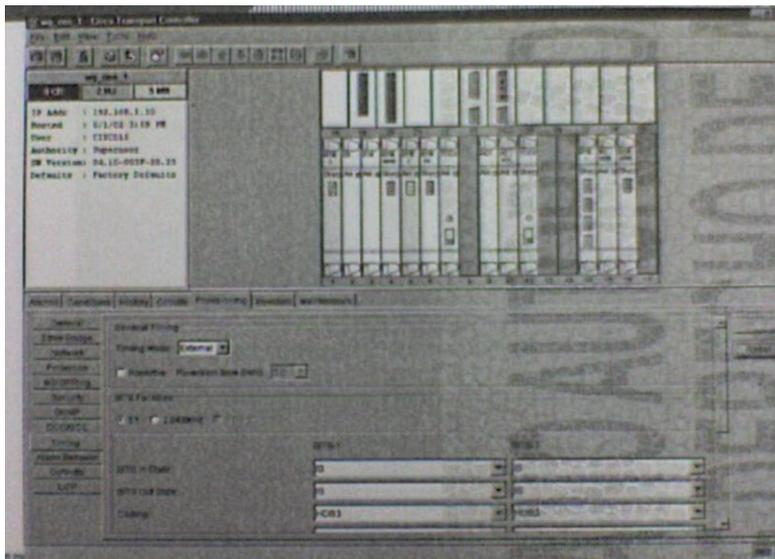

Figura 7.2. Configuración del timing.
- 1) como se vio anteriormente en la figura 7.2 el punto de partida más importante para la configuración de reloj es el modo en el que el nodo va a recibir la referencia de reloj. Las opciones que ofrece el CTC. Son external (si el nodo es maestro), line (si el nodo es esclavo) y mixta (no recomendable, se usa si el nodo es maestro y esclavo).